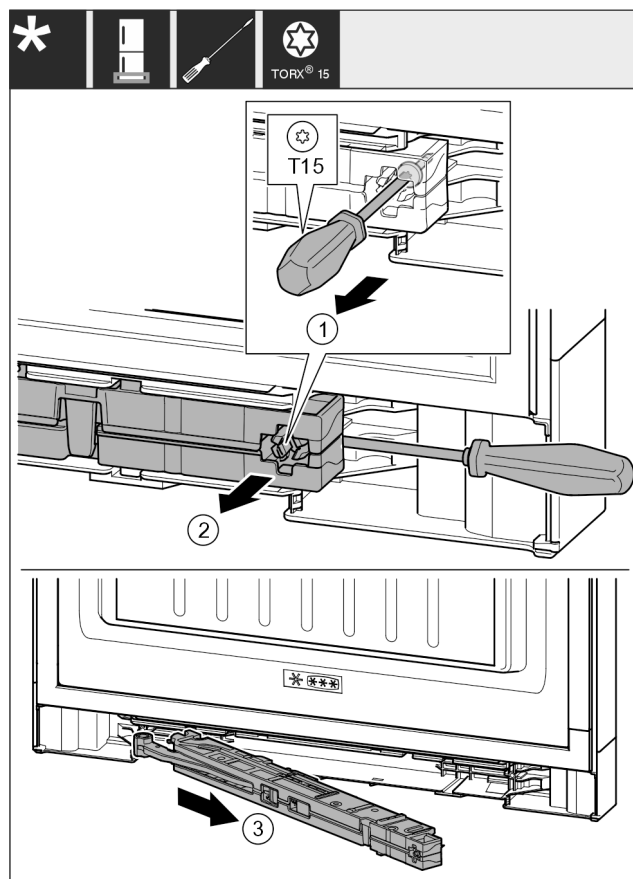

Fig. 21
- Allentare la vite Fig. 21 (1) sull'unità ammortizzatore di chiusura di 14 mm.
- Estrarre l'unità ammortizzatore di chiusura Fig. 21 (2) dal lato della maniglia facendo leva in avanti con un cacciavite.
- Estrarre l'unità ammortizzatore di chiusura Fig. 21 (3).